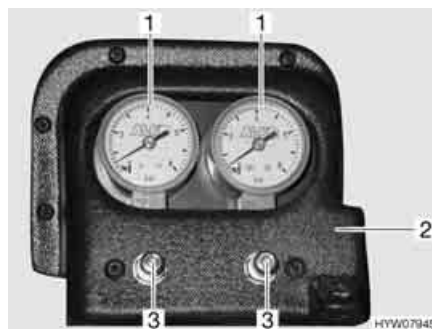

Fig. 6 Doppio manometro per sospensione pneumatica supplementare
La sospensione pneumatica supplementare per l'asse posteriore è composta dai soffietti sull'asse posteriore e dal doppio manometro (Fig. 6,2).
Negli indicatori (Fig. 6,1) del doppio manometro è possibile leggere la pressione presente nel soffietto.
- Collegare un'alimentazione d'aria esterna, per esempio un compressore a 12 V oppure una pompa d'aria, alla valvola (Fig. 6,3) posta sul doppio manometro.